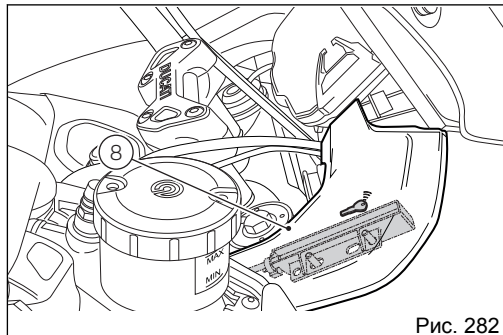

Рис. 282
(Рис. 280) указывает на положение блока системы Hands Free (6) с защитной крышкой (7), а (Рис. 281) указывает на положение блока системы Hands Free (6) для варианта исполнения США. (Рис. 282) указывает на положение антенны (8).